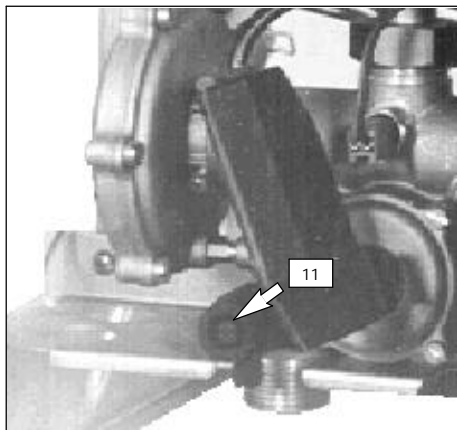
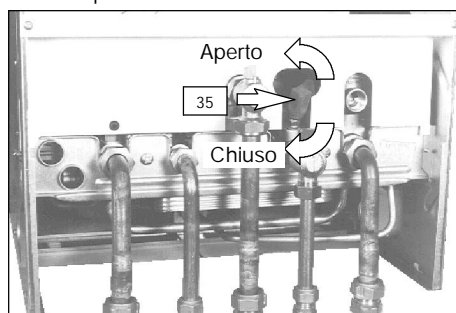
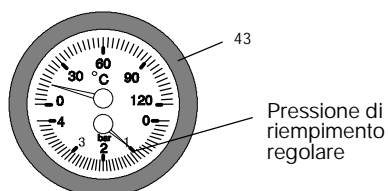

fig. 4.5
fig. 4.7
fig. 4.8
- 8 Allentare il rubinetto di sfiato manuale (11 in fig. 4.5).
- 11 Aprire lentamente il rubinetto di riempimento (35 in fig. 4.7) del circuito di riscaldamento e chiudere il rubinetto di sfiato manuale (11 in fig. 4.5) quando da quest'ultimo inizia ad uscire acqua.
- 12 Riempire il circuito di riscaldamento fino a portare l'indicazione del termomanometro (43) come in fig. 4.8 quindi chiudere il rubinetto di riempimento (35 in fig. 4.7).
17 Completare il riempimento fino ad accendere la spia centrale del manometro (43) come in fig. 4.8 quindi chiudere il rubinetto di riempimento.